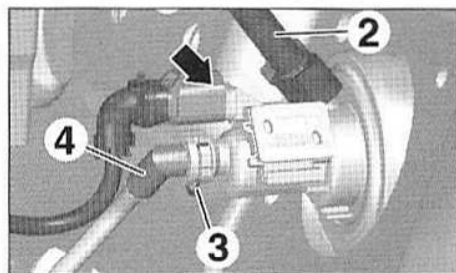

FIG.11
- Débrancher le connecteur (flèche) (Fig.11).
- Désaccoupler la canalisation d'alimentation (2).
- Déclipper l'agrafe (3).
- Désaccoupler la canalisation hydraulique (4).